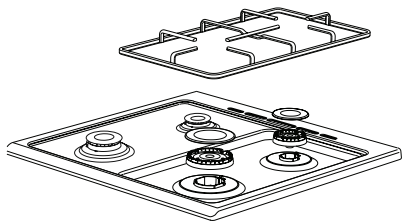

Figure 1
- 1.** Soulevez la grille, le couvercle du brûleur et le brûleur du produit de manière à ce que l'injecteur soit visible (Voir figure 1).